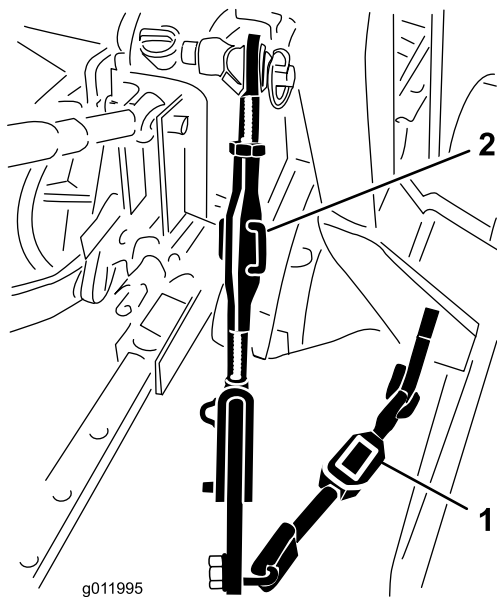

Figura 8
1. Spostate gli attacchi inferiori verso l'interno fino al loro contatto con le piastre di montaggio del soffiatore (Figura 8).
2. Ruotate l'apposito dispositivo di regolazione (se presente), sollevando o abbassando il braccio d'attacco fino a livellare il soffiatore da un lato all'altro (Figura 8).